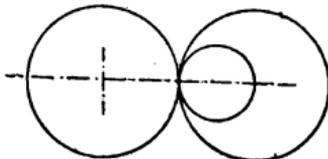

Fig. 140.
**CIRCONFÉRENCES TANGENTES.** — Ce sont des circonférences qui n'ont qu'un seul point de commun nommé point de tangence ou de contact (fig. 140).